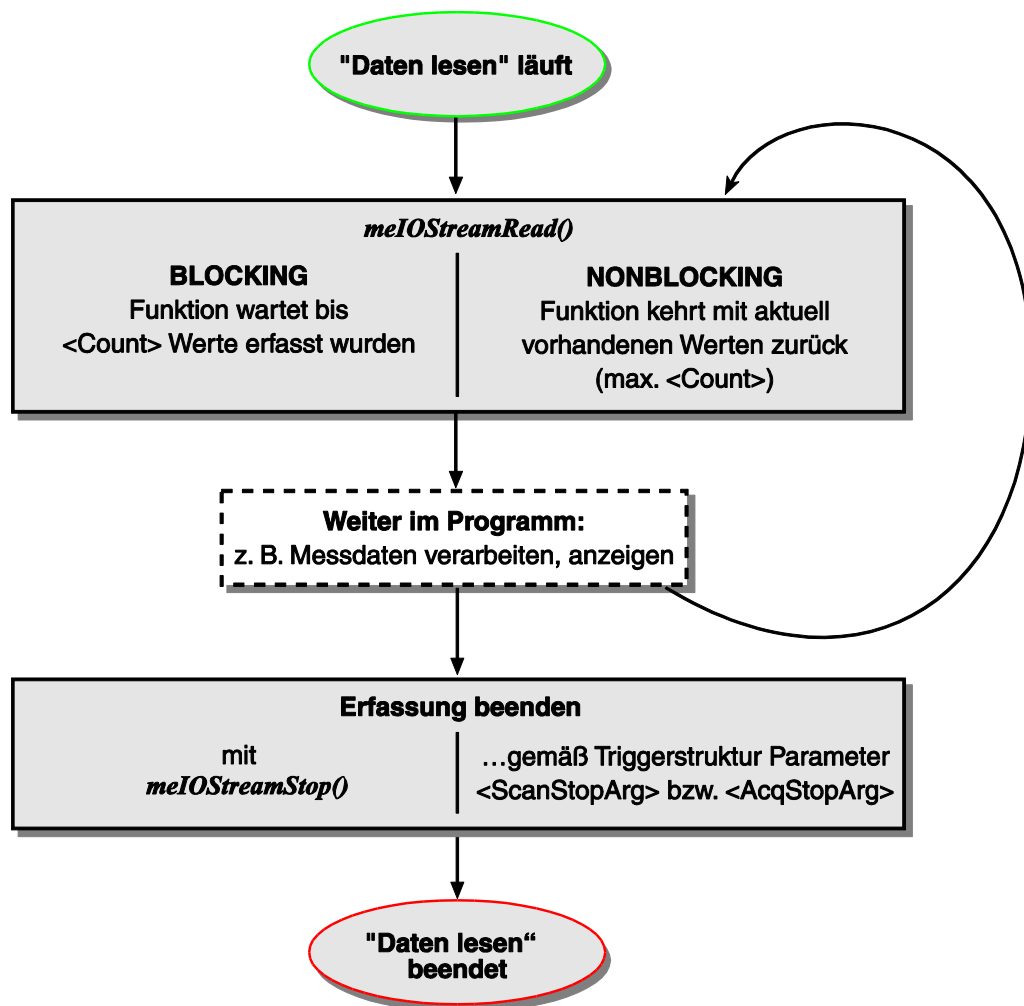

Abbildung 23: Daten lesen ohne Callback-Funktion
- Das „Abholen“ der Daten ohne Callback-Funktion (BLOCKING oder NONBLOCKING). Siehe Abbildung 23 auf Seite 66.